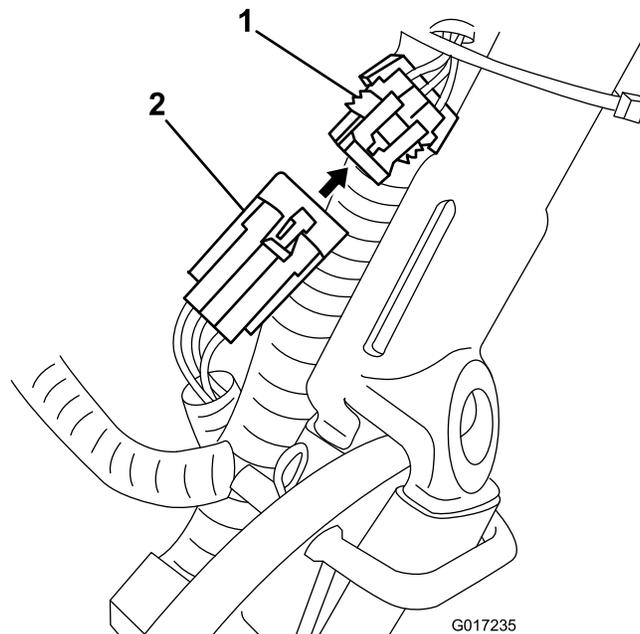

Figura 14
3. Desligue o pequeno conector na bateria da cablagem da máquina na cablagem principal (Figura 14).
14. Encaminhe a cablagem da bateria por baixo e por detrás da cablagem principal no lado esquerdo da máquina e ligue o pequeno conector de 6 pinos na cablagem ao conector correspondente na cablagem principal como se mostra em Figura 14.